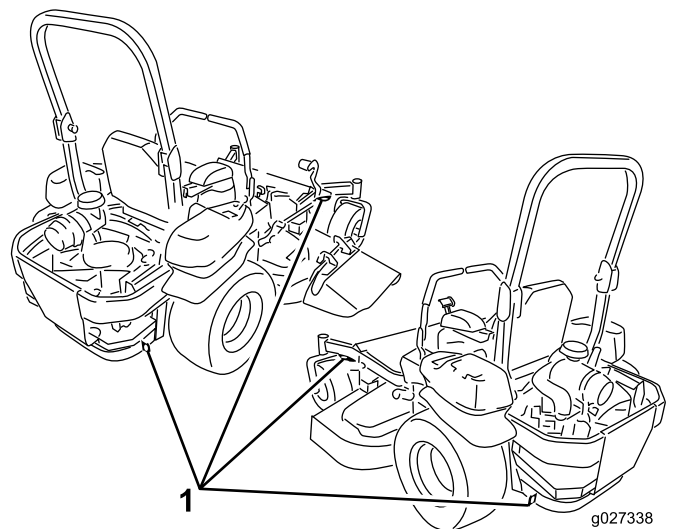

Figura 43
6. Ancorate la macchina accanto alle ruote orientabili anteriori e al paraurti posteriore con cinghie, catene, cavi o corde (Figura 43). Fate riferimento ai regolamenti locali per i requisiti di ancoraggio.